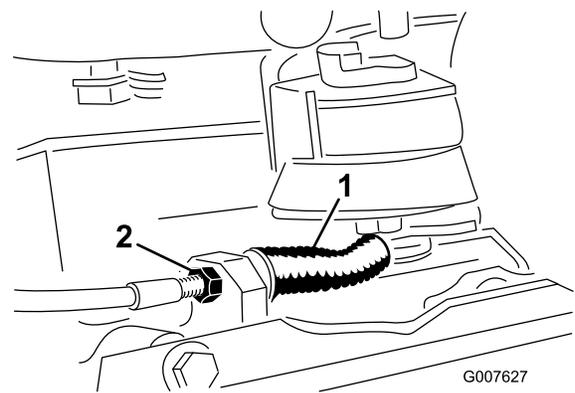

Figure 33
- Pour diminuer la tension du câble, desserrez l'écrou de blocage avant et serrez l'écrou de blocage arrière (Figure 33). Répétez les étapes 1 et 2 et ajustez le réglage si nécessaire.
- Pour augmenter la tension du câble, serrez l'écrou de blocage avant et desserrez l'écrou de blocage arrière (Figure 33). Répétez les étapes 1 et 2 et ajustez le réglage si nécessaire.